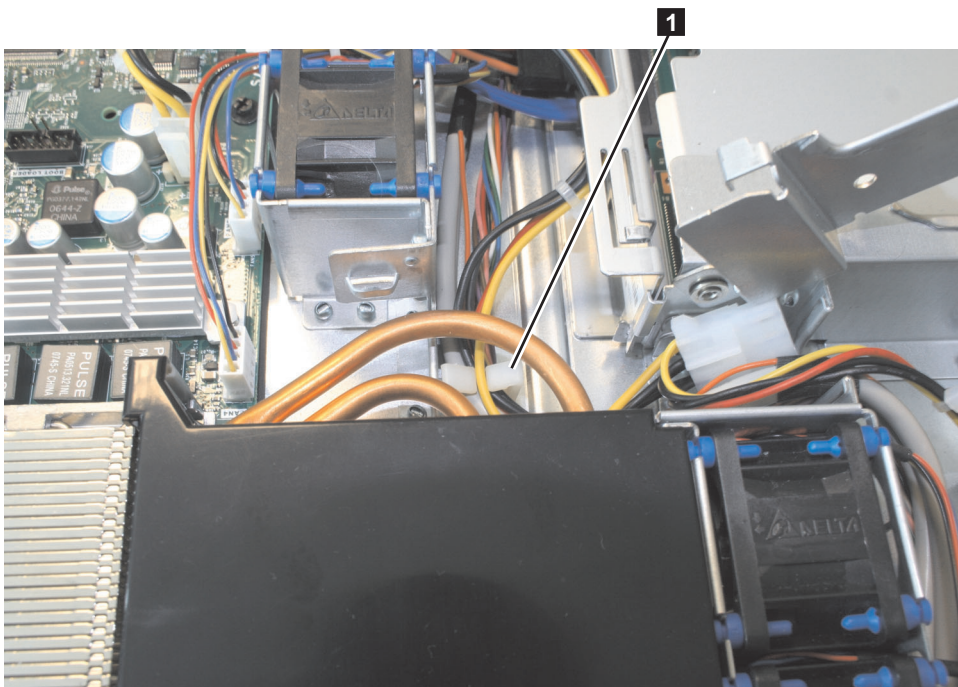

図 121. SAN ボリューム・コントローラー 2145-8A4 電源機構ケーブル用の保持クリップ
9. 図 121 に示すように、保持クリップ **1** から、コネクタ P5 で終了する電源ケーブルを外します。